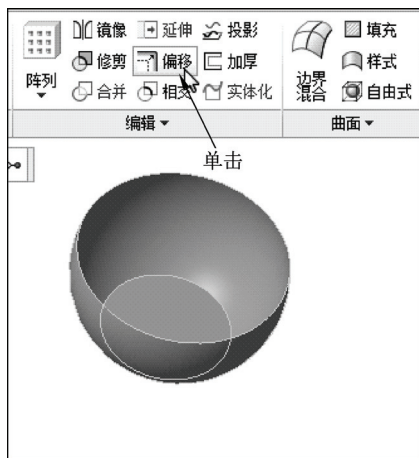

图 10-2 单击“偏移”按钮
STEP 02 在功能区选项板的“模型”选项卡中，单击“编辑”面板中的“偏移”按钮，如图 10-2 所示。